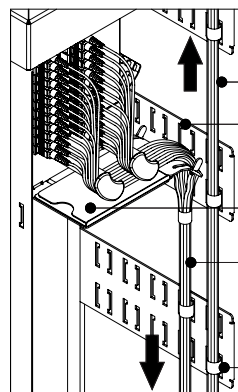

Figura 12B
4. Fixe os cordões unidos no primeiro suporte guia de cabo lateral (item 1) localizado logo abaixo do Sub-Rack utilizando o Velcro dupla face (veja figura 12B).
9. Fixe os cordões na parte frontal dos demais suportes guia de cabo lateral encaminhando-os até a saída do Rack FTH-300 (veja figura 12B).